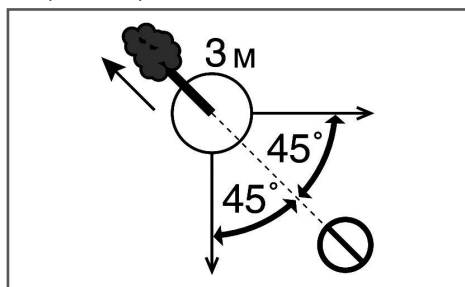

Рис. 13 Расчет пути отхода при валке дерева
- Когда дерево начнет падать, путь отхода должен быть направлен по диагонали в сторону, противоположную направлению падения, под углом 45 градусов. Вы должны отойти минимум на 3 метра от ствола, на тот случай, если во время падения комель дерева отскочит в сторону (Рис. 13).